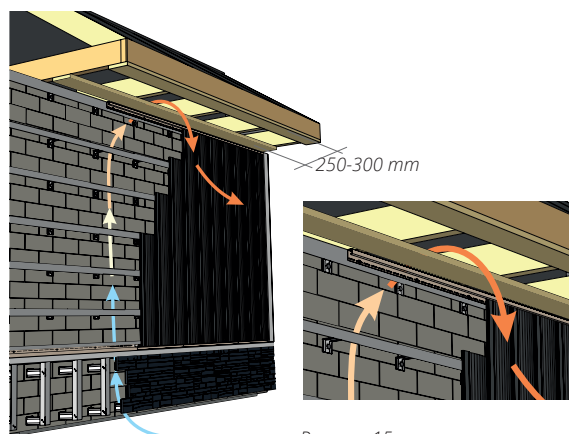

Рисунок 15
9.6 Софитная группа не должна перекрывать вентиляционный канал, не мешать движению воздуха под сайдингом (рис. 15). Для организации выхода из вентканала используйте вентилируемую подшивку свеса. Например полностью перфорированный софит или софит Estetic. Шаг обрешетки для софитов по осям должен быть 250-300 мм.